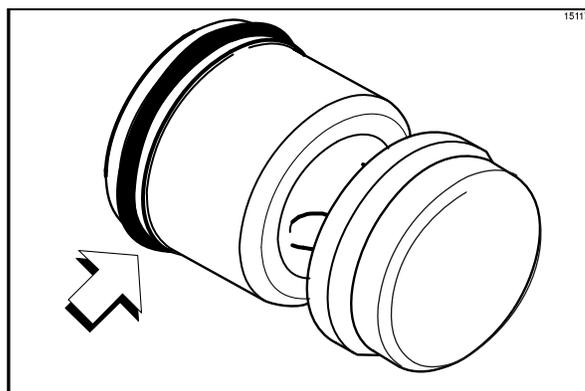

Figura 144
2. Arme el pistón. Coloque la junta tórica roja en la ranura del pistón. NO lubrique la junta tórica. (Vea la figura 144).